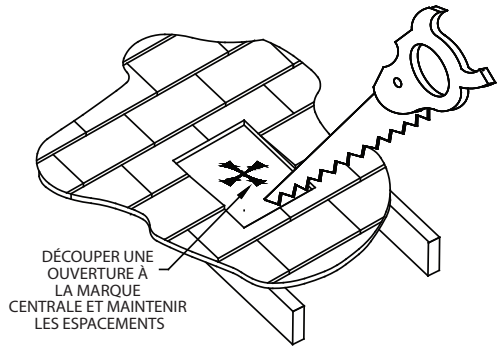

Figure 29
5. Retirer les bardeaux ou tout autre revêtement de toit au besoin afin de découper l'ouverture rectangulaire pour le boîtier de support. Découper le trou 3,2 mm (1/8 po) plus large que les dimensions du boîtier de support (**Figure 29**). Le trou rectangulaire doit être centré autour du trou que vous avez percé dans le plafond pour en marquer l'emplacement. Vérifier à nouveau que vous ne couperez pas de chevrons ou de pièces de charpente.